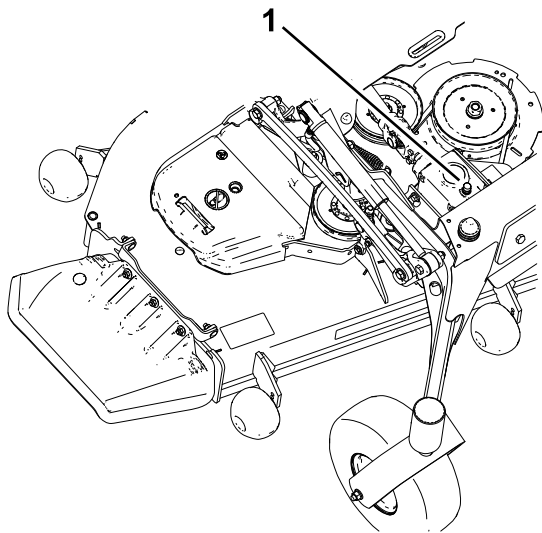

Figura 51
5. Retire la varilla/tapón de llenado de la parte superior de la caja de engranajes y compruebe que el lubricante está entre las marcas de la varilla (Figura 51).
5. Retire la varilla/tapón de llenado de la parte superior de la caja de engranajes y asegúrese de que el lubricante está entre las marcas de la varilla (Figura 51).